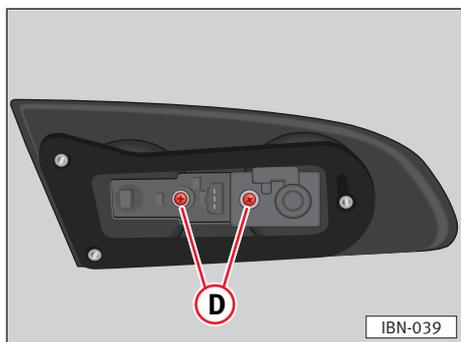

Fig. 162
- Desenroscar los tornillos ⇒ fig. 162 D) y extraer el portalámparas.